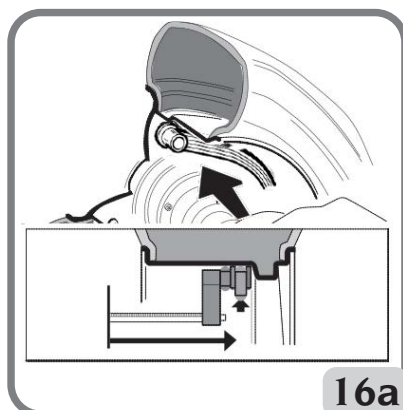

Abb.16a: Manuelle Erfassung des Abstands der externen Ebene in den Programmtypen
- Analog zur vorherigen Beschreibung für die Innenseite, das Ende des automatischen Messarms auf die Ebene bringen, die zum Anbringen des äußeren Gewichts ausgewählt wurde (Abb. 16a).